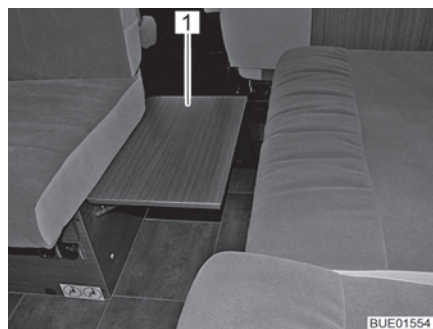

Fig. 99 Élargissement du siège repliable
- Faire pivoter l'élargissement du siège (Fig. 99,1) de la banquette avant vers le haut et le faire s'enclencher.